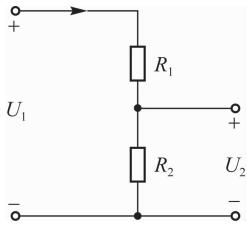
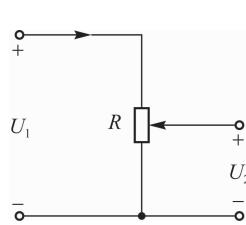

图 1-44 电阻分压器
图 1-45 电位器
**【例 1-15】** 图 1-44 表示一个电阻分压器,设输入电压  $U_1=50 \text{ V}$ , 电阻  $R_2=1.2 \text{ k}\Omega$ ,求输出电压  $U_2$  为  $12 \text{ V}$  时的  $R_1$ 。
若图 1-44 中电阻  $(R_1 + R_2)$  用带滑动触头的电阻  $R$  (电位器) 代替 (见图 1-45), 只要改变滑动触头的位置, 就可以使电压  $U_2$  的数值在  $0 \sim U_1$  连续改变。在实际应用电路中, 为了减少电源的数量, 可以利用以上串联电阻的分压原理, 很方便地得到各种所需要的电压等级。在指针式万用表中通过串联不同的分压电阻, 可以使同一个表头测量不同的电压。